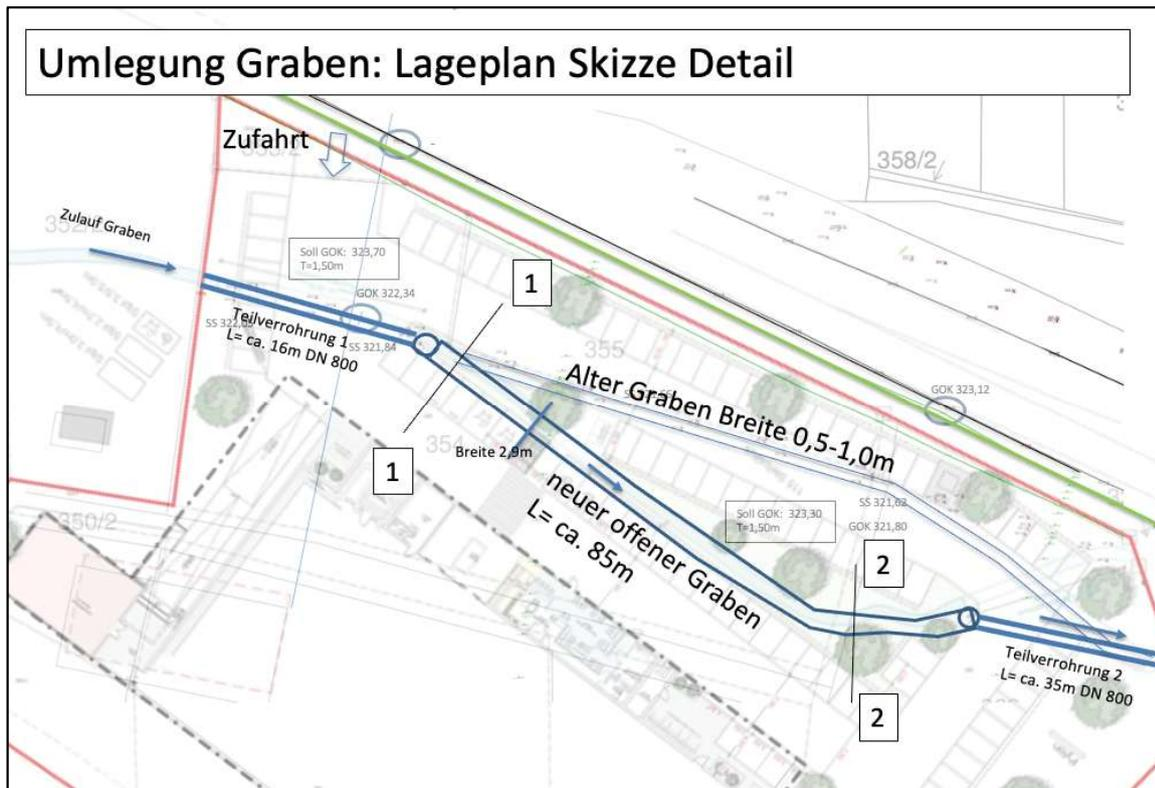
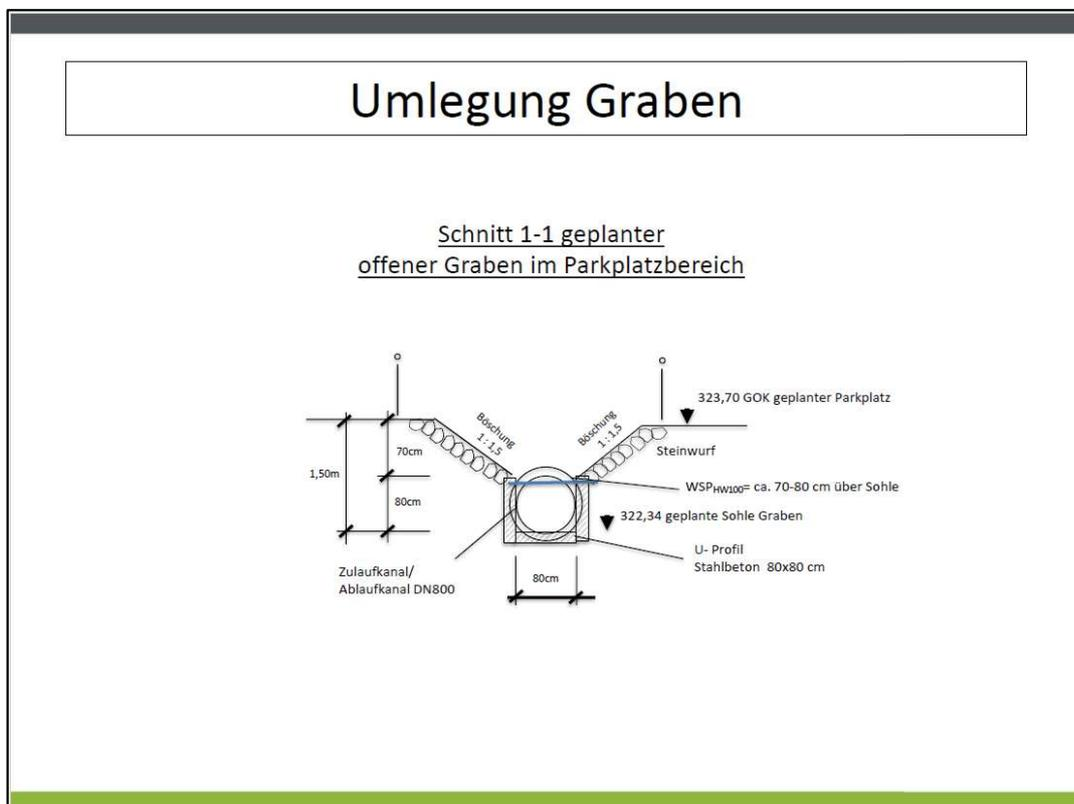

Abbildung 3: Lageplanausschnitt Umlegung Graben
Abbildung 4: Regelprofil
- 1) In einem offenen Graben: Länge 85 m siehe Abb. 3/ Abb.4
- 2) In eine Teilverrohrung Abb.3+4